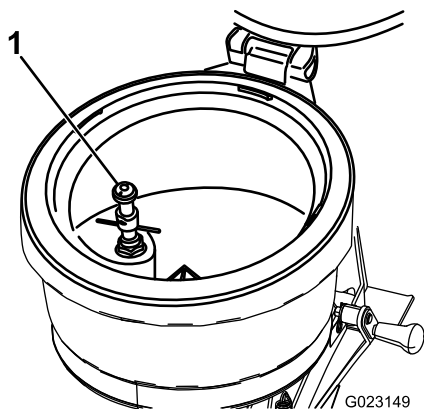

Figure 34
L'embout de rinçage (Figure 34) est situé à l'intérieur du réservoir du mélangeur. Utilisez l'embout de rinçage pour éliminer les résidus de produit chimique à l'intérieur du récipient (bouteille) de conditionnement du produit en question. L'embout de rinçage est mis sous pression avec la solution présente dans la cuve de pulvérisation. Le récipient (bouteille) de produit chimique est rincé avec la solution du système de pulvérisation qui est déchargée par l'embout de rinçage.
- A. Placez le bord du récipient sur l'embout de rinçage et appuyez pour ouvrir la vanne ; voir Figure 34 sous Embout de rinçage (page 19).